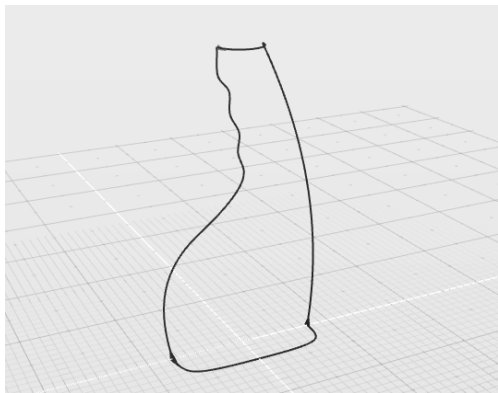

图 4-88 打开练习文件
1) 打开素材文件夹“练习（4.3.10）”中的 Evolve 文件，该文件中包含 4 条曲线，如图 4-88 所示。